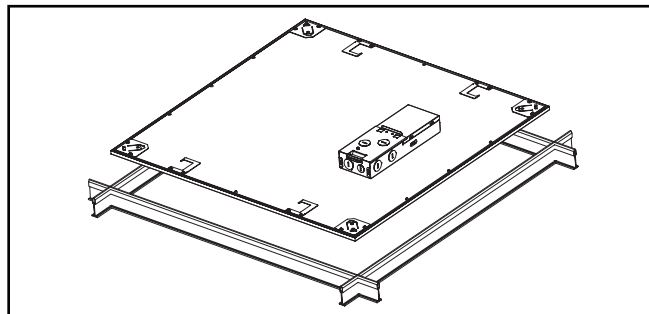

Imagen 3.
5. Pase el aplique a través de la red a un ángulo de 45 grados y luego colóquelo en la red (Imagen 3).